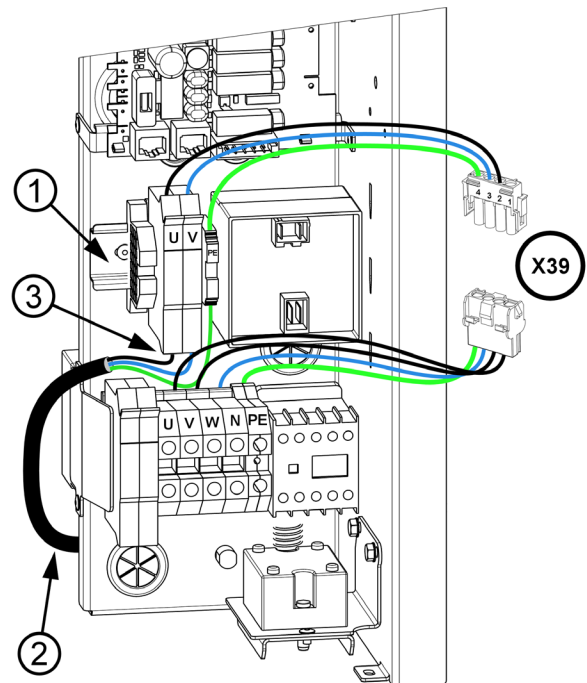

Abbildung 19: Anschließen des 623-Haubensets
Montieren Sie die Sicherungshalterungen inkl. Anschlussklemmen vom Haubenset auf die DIN-Schiene (1) auf der Vorderseite der Schaltschranktür (siehe Abb. 19).
Schließen Sie die einzelnen Kabel des Netzkabels der Haube (2) von unten (3) an die Sicherungshalter und Anschlussklemmen PE des Haubensets an (siehe Abb. 19).